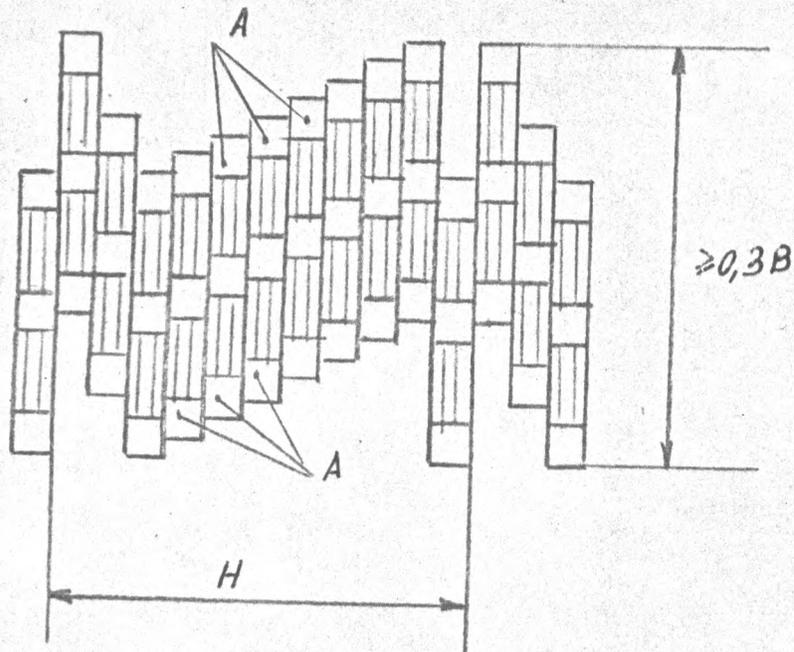

РИС. 7.10
7.6.7.4. ПОДКЛЮЧИТЕ ОСЦИЛЛОГРАФ С1-81 К К.Т.АЗ-Х9 И С ПОМОЩЬЮ РЕЗИСТОРА АЗ-Р49 ОТРЕГУЛИРУЙТЕ СИГНАЛ ТАК, ЧТОБЫ УРОВЕНЬ НЕСУЩЕЙ (ЧАСТИ А) НА КРАЯХ СИГНАЛА БЫЛ МИНИМАЛЬНЫМ (РИС. 7.10).